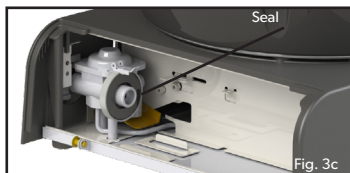

Fig. 3c
- Verificare che la guarnizione (Fig. 3c) sia a posto e in buone condizioni prima di collegare la cartuccia.